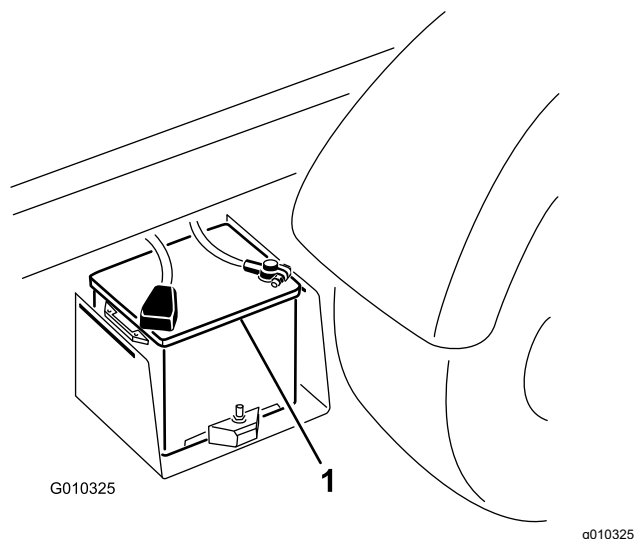

図 51
2. 2 台のバッテリーのプラス端子同士をブースタケーブルでつなぐ 図 51。端子を必ず確認すること。バッテリーカバーの「+」の印で確認できることが多い。